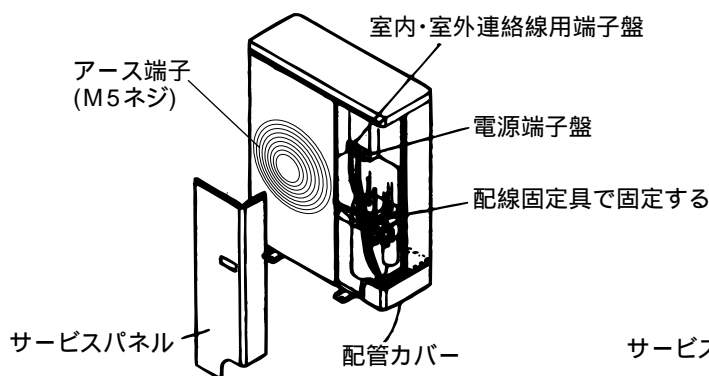

図1
- (1) サービスパネルをネジ2本にて取外してください。(図1)
- (2) 配線出口は後配管穴と配管カバーの電線穴(ノックアウト)の2カ所がありますので現地据付に合
- ドレンパンの取付は、室外ユニット据付前に室外ユニット据付足の下に、図1のように台を置き取付けてください。なお、ドレンパン取付後は、配管接続部が据付足より突出しますので、直接室外ユニットを地面に置かないでください。
- ドレン集中処理が必要で基礎に据付ける場合150mmとしてください。(図1)
別売吹出ダクトを本体に取付け、先端のダクトリングを取外します。(図1)